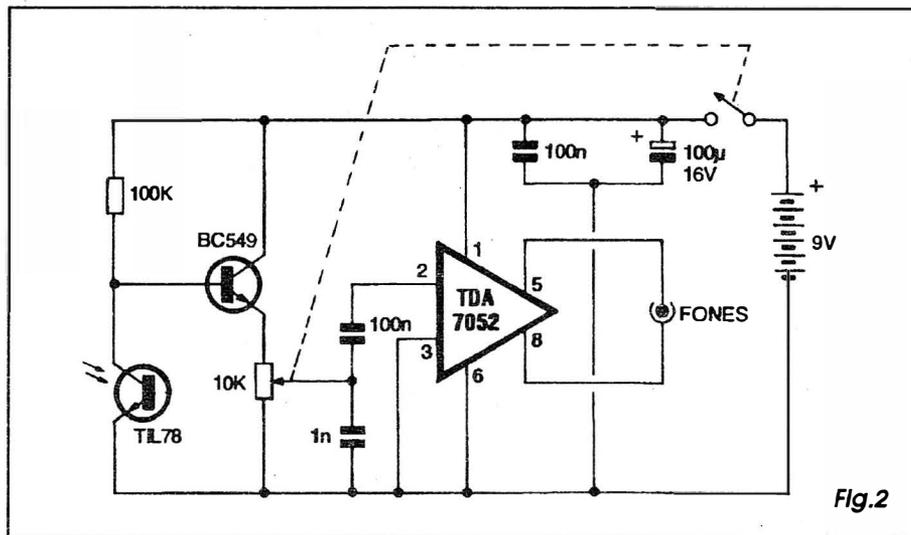

Fig.2
**- FIG. 2 - DIAGRAMA ESQUEMÁTICO DO CIRCUITO (MÓDULO RECEPTOR)** - Também muito simples em sua organização, o circuito do receptor inicia seus trabalhos ativos na captação do feixe infra-vermelho modulado em intensidade, através de um foto-transistor convencional (TIL78), com boa sensibilidade para essa faixa do espectro luminoso... Observar que o foto-transistor forma, com seu resistor de carga (100K) o próprio divisor de tensão que determina a polarização do transistor comum, BC549... Dessa forma obtemos uma acoplamento mais do que direto entre o estágio de entrada e o de pré-amplificação, garantindo bom ganho e baixa distorção nesse módulo... Outro ponto a notar é que o BC549 tem sua carga resistiva aplicada ao *emissor*, substancialmente num potenciômetro de 10K, de cujo